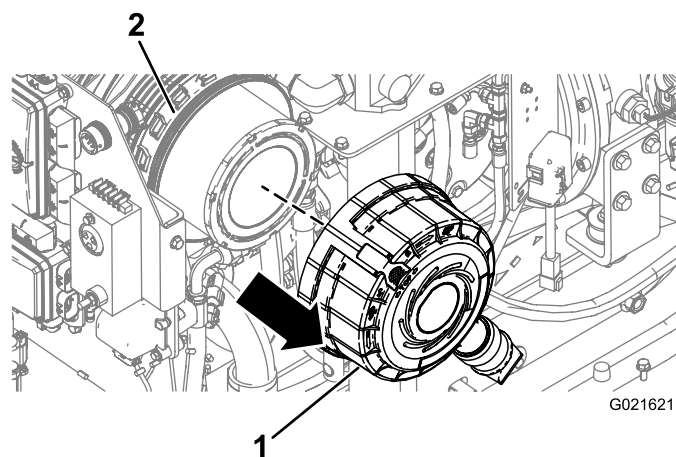

Figure 118
7. Écartez le couvercle du boîtier du filtre à air et déposez-le (Figure 118).
3. Alignez le couvercle du filtre à air sur le boîtier du filtre à air (Figure 118).